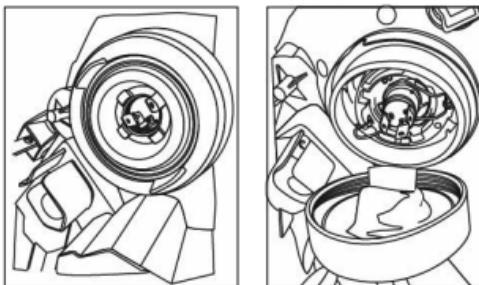

Figura 2
- 5.1 Asegúrese de que el faro tiene una junta selladora y un resorte metálico o un mecanismo de agarre similar. Utilice el resorte para fijar la bombilla como se muestra en la figura 2.